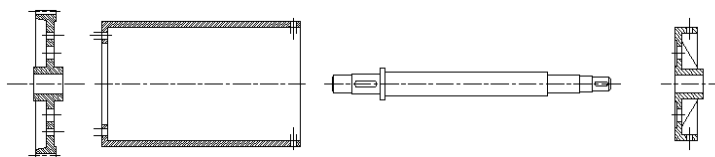

图 10-13 最终结果
- 05 使用【拉长】和【打断】命令, 对各图形中心线进行编辑完善, 最终效果如图 10-13 所示。